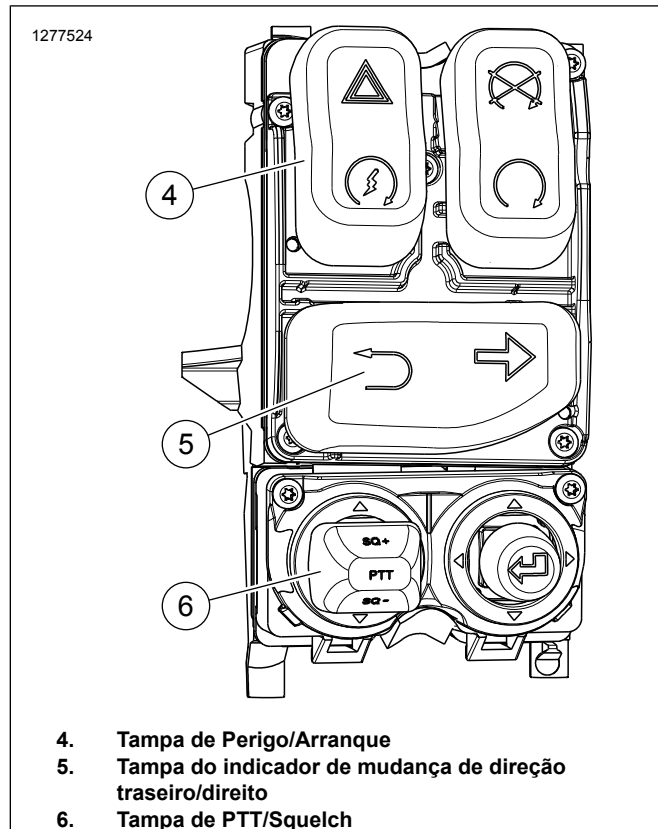

Figura 7. Vista do Comando do lado direito de 2019 e posterior depois da substituição da tampa de interruptor
2. **Modelos Touring:** consulte Figura 7 . Instalar o módulo de comando do lado direito peça n.º 71500130C. Veja o manual de serviço.
- c. Ver Figura 7. Instale a tampa do indicador de mudança de direção de trás/para a direita (5) no novo módulo de comando.